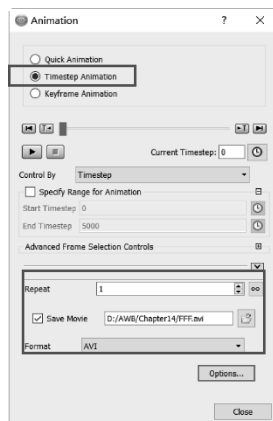

图 11-36 动画设置
(2) 单击【Animate Timesteps】 图标，选择【Timestep Animation】，选择【Save Movie】，选择文件夹 D:\AWB\Chapter14，然后选择文件格式为 .AVI。单击 Repeat 选项 ，设置重复 1 次，如图 11-36 所示。